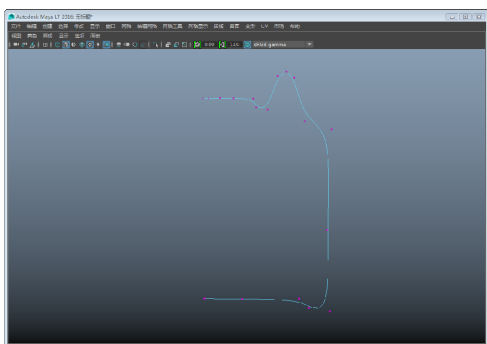

图 3-147 调整控制顶点
- 5 选择曲线上的顶点，大概调整一下曲线的形状，使一些转折比较大的地方变得平滑一些，如图 3-147 所示。